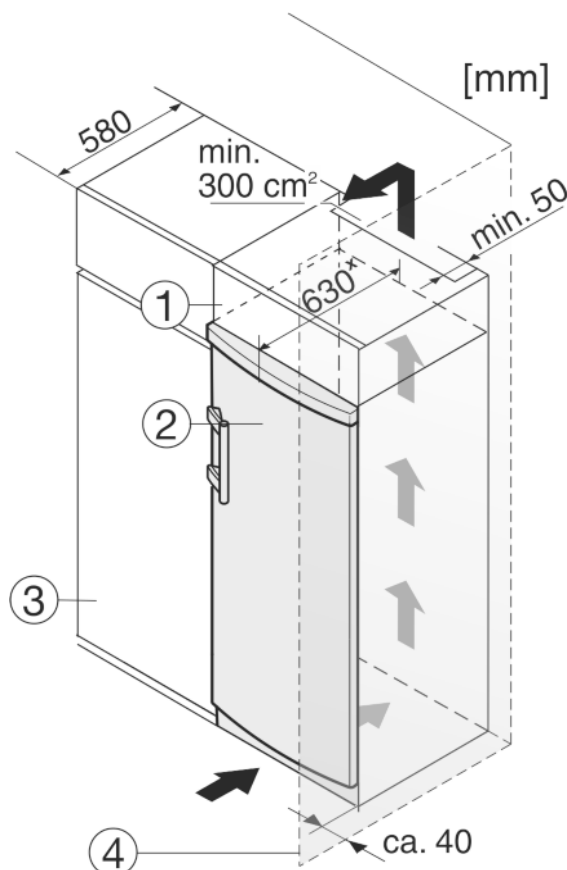

Fig. 11
Enheden kan bygges inn i kjøkkenskap. For å tilpasse enheten *Fig. 11 (2)* til kjøkkeninnredningens høyde, kan et innbyggingsskap *Fig. 11 (1)* monteres over enheten.
Ved ombygging med kjøkkenskap (dybde maks. 580 mm) kan enheten stilles opp direkte ved siden av kjøkkenskapet *Fig. 11 (3)*. Enheten står 34 mm lenger frem på siden * og 50 mm på midten av enheten * i forhold til kjøkkenskapets front.
Hvis enheten plasseres med hengslene mot en vegg *Fig. 11 (4)*, må avstanden mellom enheten og veggen være minst 40 mm. Dette tilsvarer hvor mye håndtaket stikker ut når døren er åpen.